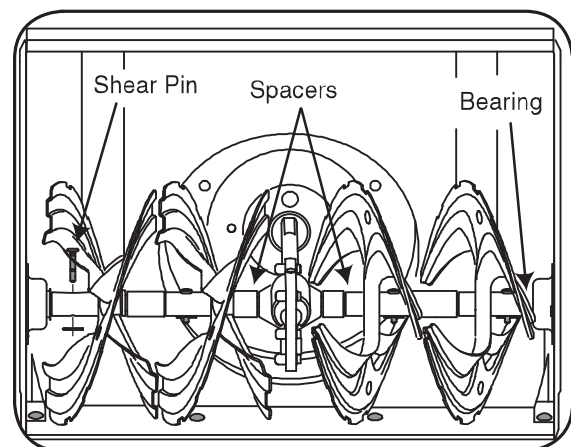

Figure 6-2
Enlevez les goupilles de cisaillement sur l'arbre de la tarière, au moins une fois par saison. Vaporisez un lubrifiant à l'intérieur de l'arbre et autour des entretoises. Lubrifiez aussi les roulements à bride trouvés à chaque extrémité de l'arbre de la tarière. Voir la Figure 6-2.
- Deux goupilles de cisaillement et goupille fendue maintiennent les tarières sur l'arbre de la tarière. Les goupilles sont sensés de peut être cisailés si la souffleuse heurte un objet ou un bloc de glace. Voir la Figure 6-2.